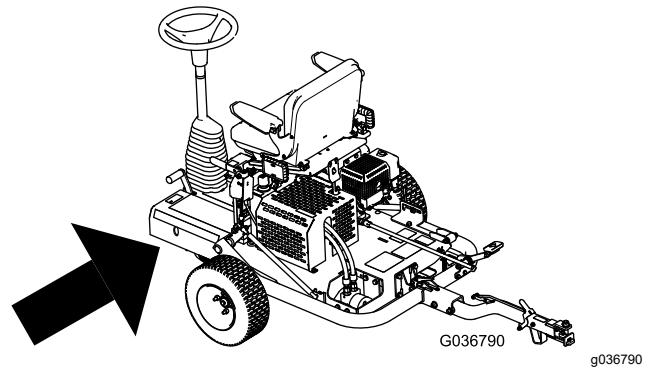

Figura 26
3. Pompai lubrifiant în fittingul de lubrifiere, aa cum se arată în Figura 26.